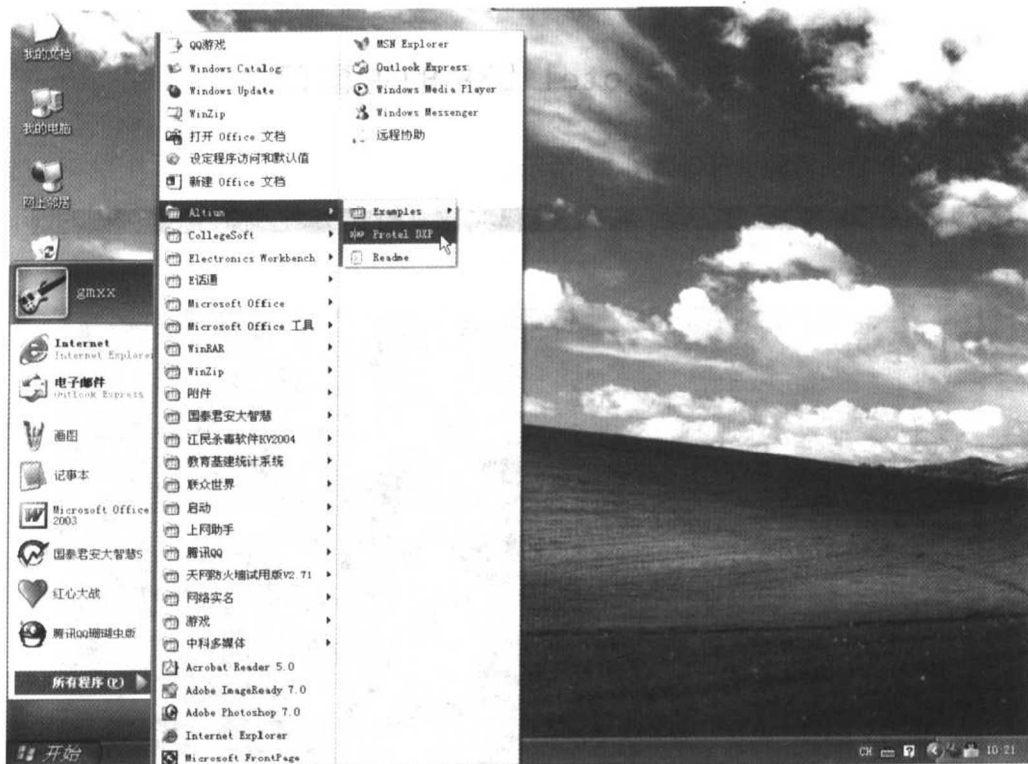

图 1.2 利用【开始】菜单启动 Protel DXP
- 利用【开始】菜单启动。在 Windows 桌面上单击【开始】|【所有程序】| Altium | Protel DXP 命令, 即可启动 Protel DXP, 如图 1.2 所示。